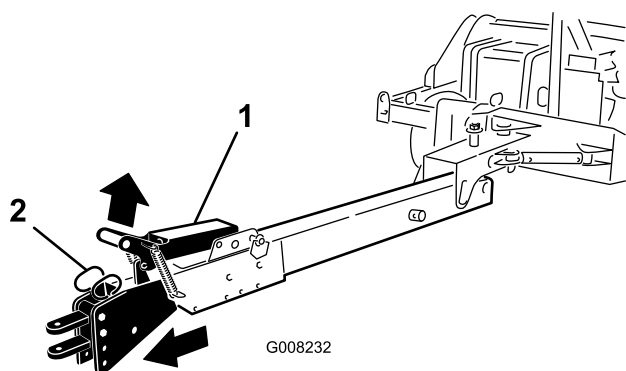

Рисунок 22
- Поднимите рукоятку защелки (Рисунок 22).
- Медленно двигайте транспортное средство вперед, пока узел сцепки не заблокируется (Рисунок 22).